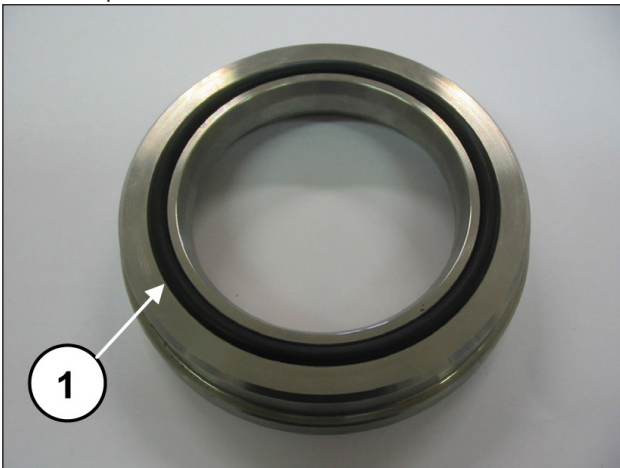

Abb. 173
Montieren Sie nun den O-Ring (Pos. ①, Abb. 173) in den Kopfring der Stopfbuchse und setzen Sie letzteren in seinen Sitz am Kopf ein.